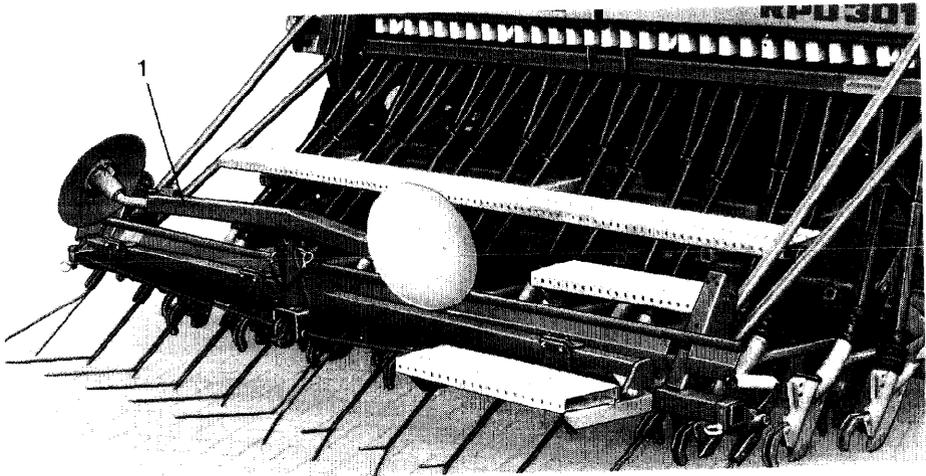
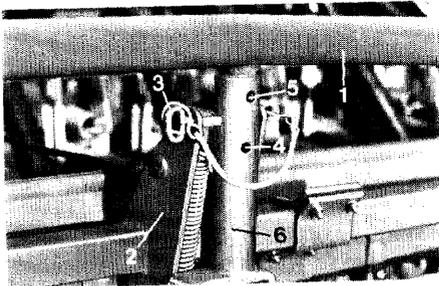

Fig. 98
Fig. 99
Der Anreißerträger (Fig. 99/1) ist nach dem Lösen des Sicherungsbolzens (Fig. 99/3) zu der Seite zu neigen, auf der die Spuranreißerscheibe befestigt ist, und wie folgt abzustecken:
- Absteckbohrung unten (Fig. 99/4) für einseitiges Anreißen rechts
- Absteckbohrung oben (Fig. 99/5) für einseitiges Anreißen links.
In Transportstellung sind Anbauträger (Fig. 99/2) und Tragarm (Fig. 99/6) mit dem Bolzen (Fig. 99/3) abzustecken und zu sichern. Das Vorauflaufmarkiergerät ist nun ganz hochgeklappt und der Anreißerträger (Fig. 98/1) steht mit den Spuranreißerscheiben längs über dem Exaktstriegel.
Auf öffentlichen Straßen ist der Anreißerträger (Fig. 98/1) mit den Spuranreißerscheiben abzunehmen.